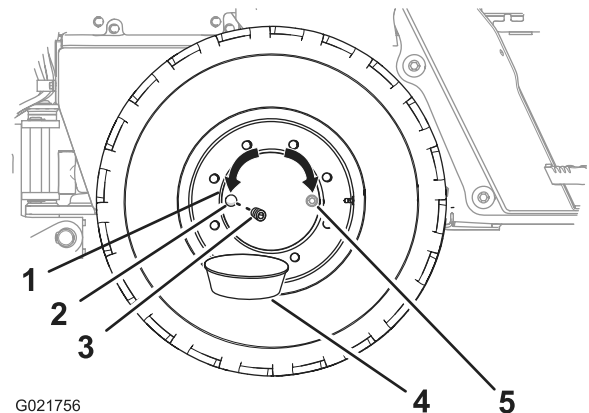

Figura 65
- Mueva la máquina hacia adelante o hacia atrás hasta que el tapón del cubo de la rueda está en la posición de las 3 o de las 9 (Figura 65).
- Coloque un recipiente de vaciado debajo del orificio de vaciado del cubo de la rueda (Figura 65).
- Retire el tapón del cubo de la rueda (Figura 65).
- Compruebe que el nivel de aceite llega a la parte inferior de las roscas del orificio de aceite (Figura 65).
- Instale el tapón en el orificio de aceite del cubo de la rueda (Figura 65).